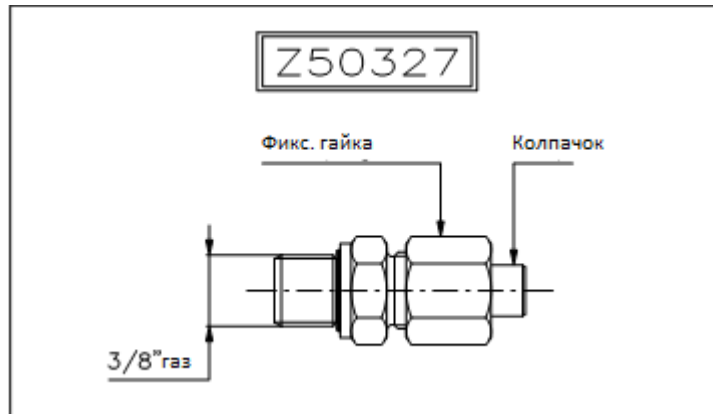

Рис. 2
2. Тормоз, который может питаться как аксиально, так и радиально, поставляется с устройством прокачки (Z50327). Для выпуска воздуха из контура, ослабьте запорную гайку фитинга и вытяните трубчатый колпачок наружу. После выпуска воздуха снова затяните фитинг (Рис. 2).